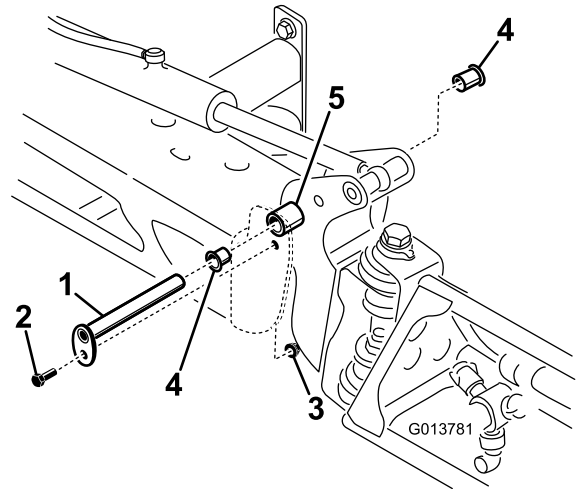

Bild 98
- Wenn das Gewicht des Auslegers abgestützt ist, nehmen Sie die Schraube und die Mutter ab, mit denen der Lagerbolzen am Ausleger befestigt ist (Bild 98).
- Nehmen Sie den Lagerbolzen ab (Bild 98).
- Nehmen Sie die Nylonbüchsen vorne und hinten an der Schwenkhalterung ab und prüfen Sie sie (Bild 98).
- Montieren Sie den Ausleger und die Schwenkhalterung im mittleren Rahmen und richten die Öffnungen aus (Bild 98).